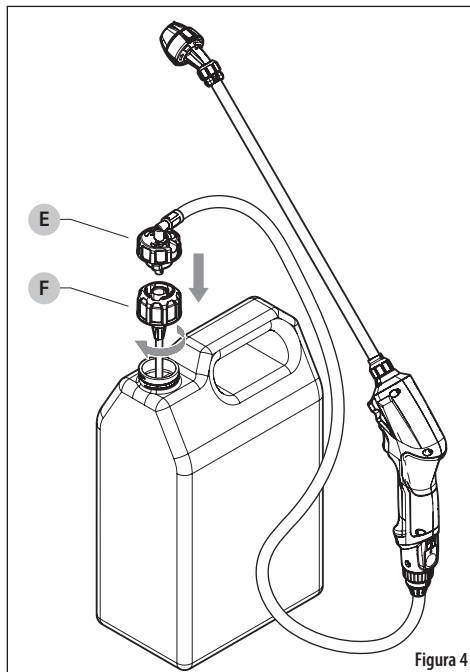

Figura 4
El atomizador eléctrico con varilla se puede utilizar alternativamente con cualquier botella con una abertura de 38 mm utilizando la tapa RTU (lista para usar) incluida (F). Vea la Figura 4
1. Inserte el tubo de inmersión de la tapa RTU (F) en la botella de su elección. Gire la tapa hacia la derecha hasta que quede fija a la botella.
2. Alinee la tapa del conector (E) con la tapa RTU (F), empuje la tapa del conector en la tapa RTU hasta que se detenga.